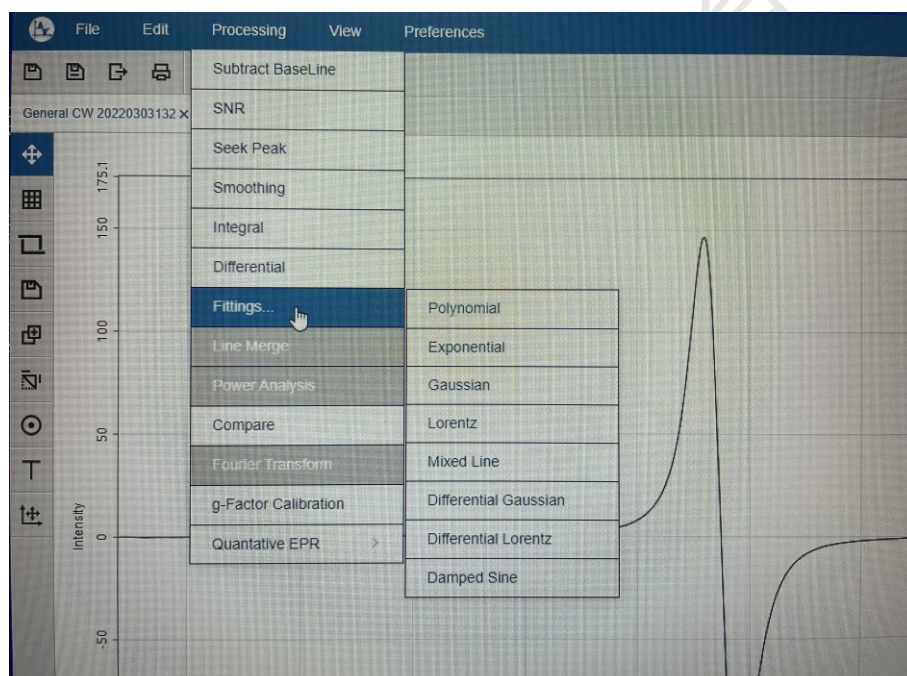

图 6-13 数据处理方式
- (1) 打开桌面上的 EPR Data Processing, 或者直接在 EPR200M 的菜单栏中打开 Processing, 需注意数据处理软件只能打开 .epr 格式的数据, 因此在测试完成后需先将数据存为 .epr 格式
- (2) 数据处理软件的 Processing 栏下可以选择对数据进行基线校正、积分、拟合处理等。见图 6-13。